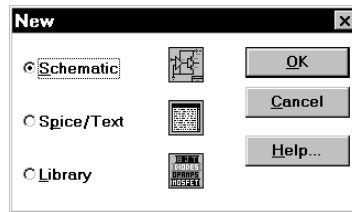

Figura 4. Cuadro de diálogo **New file** (Fichero nuevo)
- 1) **New...** (Nuevo). La selección de esta opción hace aparecer el cuadro de diálogo de la Figura 4, que permite crear un esquema nuevo, un fichero de texto con formato SPICE o una librería. También se puede usar CTRL+N.